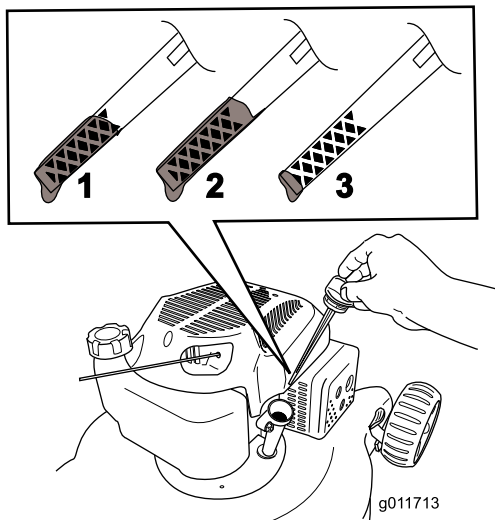

Figure 22
**Remarque:** Versez de l'huile dans le carter moteur jusqu'à ce que la jauge indique le niveau correct, comme illustré à la (Figure 22). Si vous remplissez excessivement le carter moteur, vidangez l'excédent d'huile comme expliqué en 5.